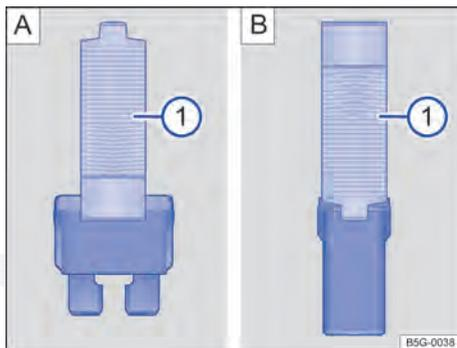

Fig. 215 Retirar ou colocar o fusível com o alicate de plástico: **A** fusível plano, **B** fusível de bloqueio.
- De acordo com a versão do fusível, colocar as garras adequadas do alicate plástico ⇒ Fig. 215 **A** ① ou ⇒ Fig. 215 **B** ① lateralmente no fusível.
- Se o fusível estiver queimado, substituir o fusível por um novo da *mesma* intensidade (mesma cor e inscrição) e do *mesmo* tamanho ⇒ ①.